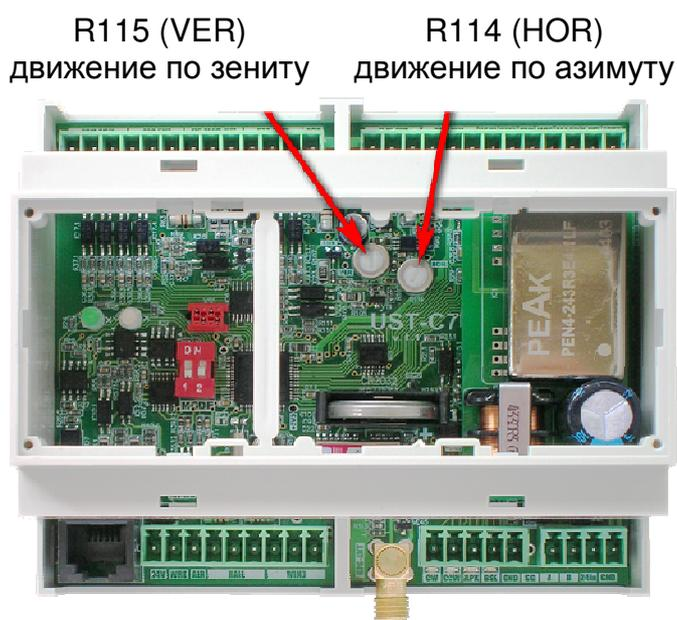

Рисунок 2.2 – Положение потенциометров подстройки порога срабатывания защиты от перегрева двигателей
- максимальная и минимальная длина актуатора – максимальная длина A_{max} (см. Рисунок 2.2) и минимальная длина A_{min} выдвижения штока актуатора от точки крепления до верхнего соединения с панелью. По умолчанию, 101 см – максимальная, 33 см – минимальная.
- радиус вращения верхней точки крепления актуатора относительно горизонта - длина R (см. Рисунок 2.2) от оси вращения по горизонту до верхней точки крепления актуатора. По умолчанию, 101,1 см.
- расстояние между нижней точкой крепления актуатора до оси вращения трекера относительно горизонта – длина L (см. Рисунок 2.2) от нижней точки крепления актуатора до оси вращения. По умолчанию, 70 см.
- найти на плате контроллера подстроечные резисторы (потенциометры) R114 (HOR) для азимутальной оси и R115 (VER) – для зенитной оси (см. рисунок 2.2);